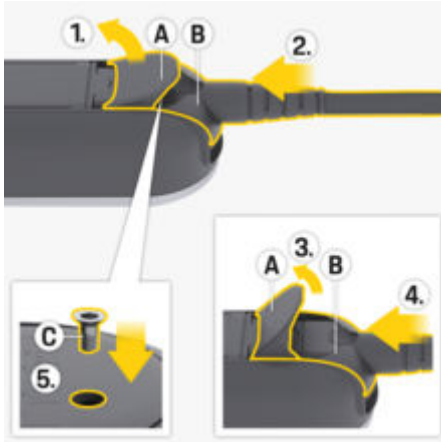

Bild 140 Fästa nätkabeln och fixera kontakten
1. Öppna lucka **A** (Bild 140) ungefär 15 grader (endast så mycket att kontakt **B** (Bild 140) passar in i manöverenheten).
2. Skjut in kontakten **B** (Bild 140) till det första motståndet i manöverenheten.
3. Öppna lucka **A** (Bild 140) helt.
4. Skjut in kontakten **B** (Bild 140) helt.
5. Stänga lucka **A** (Bild 140) helt och skruva åt med skruv **C** (Bild 140).